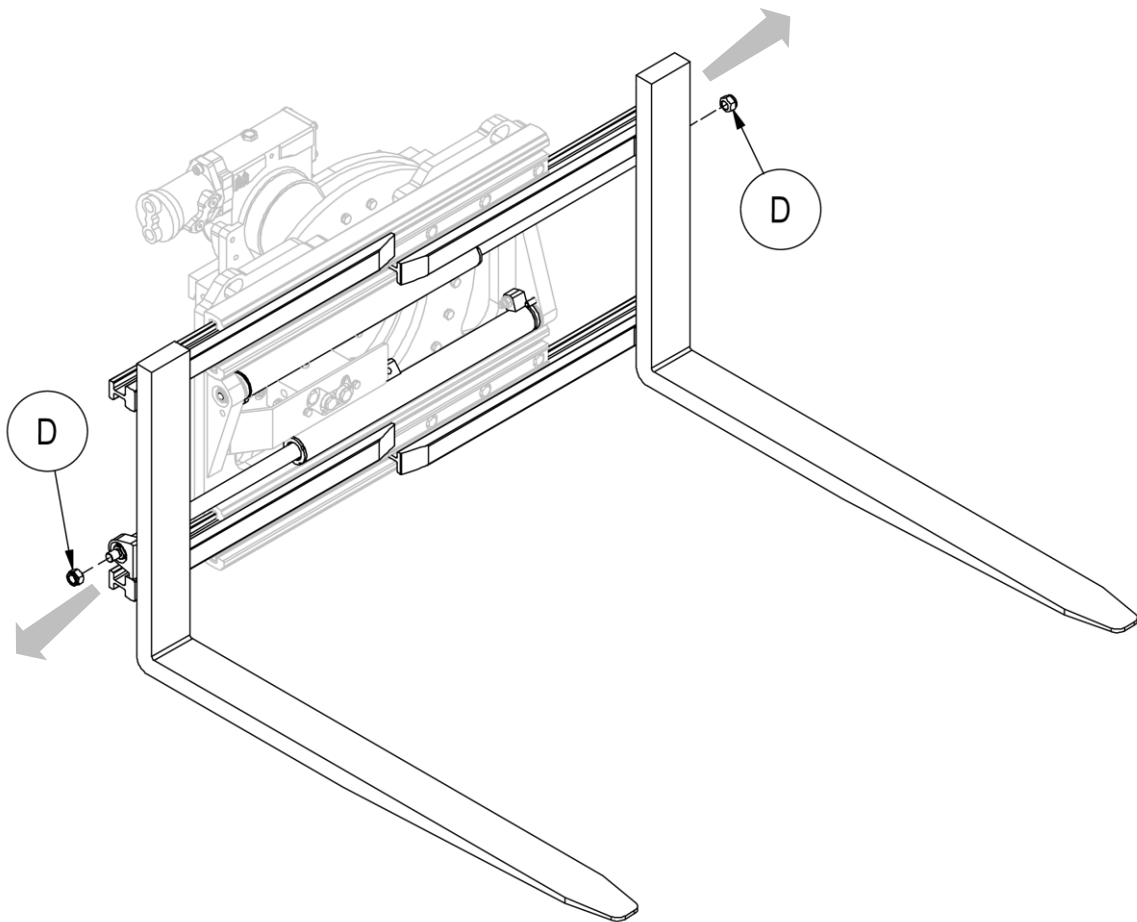

Figure 30
3. Retirer les écrous **D** qui raccordent les vérins aux fourreaux (voir Figure 30).